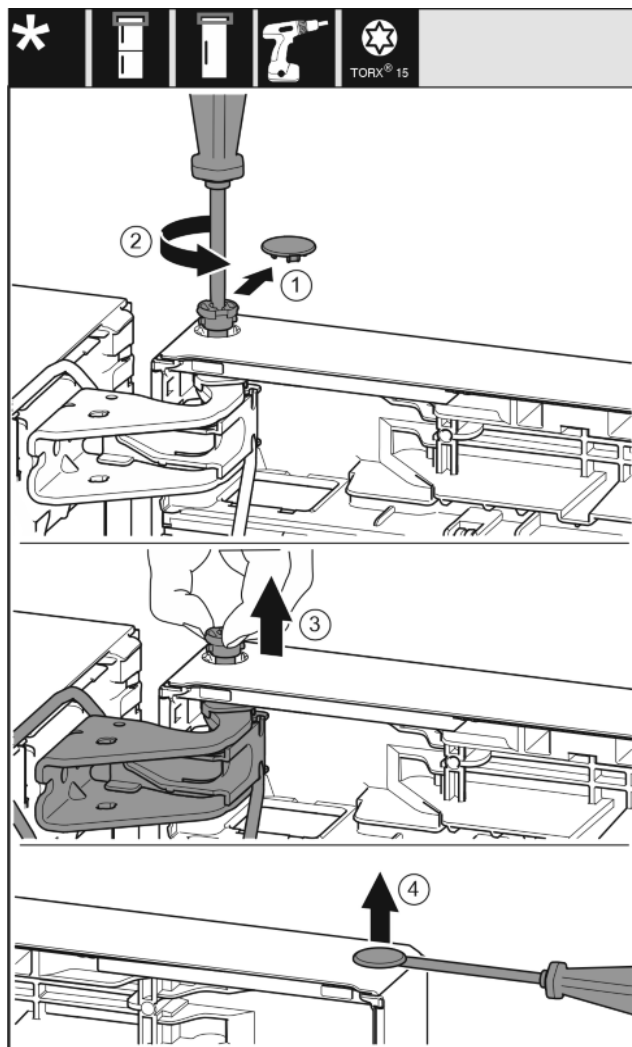

Fig. 18
- Sicherungsabdeckung vorsichtig abziehen. Fig. 18 (1)
- Bolzen mit Schraubendreher T15 ein Stück herausdrehen. Fig. 18 (2)
- Tür festhalten und Bolzen mit den Fingern herausziehen. Fig. 18 (3)
- Stopfen aus der Türlagerbuchse vorsichtig mit einem Schlitzschraubendreher anheben und herausziehen. Fig. 18 (4)